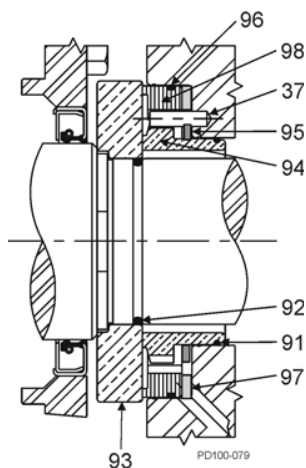

Abbildung 43 Doppelte Gleitringdichtung
7. Bei Verwendung einer doppelten Gleitringdichtung, die äußere Wellenfeder (Abbildung 43, Pos. 97) im Gehäuse und den äußeren O-Ring (Pos. 96) in der äußeren Dichtungsnut (Pos. 98) montieren. Setzen Sie die äußere Dichtung in das Pumpengehäuse um die innere Dichtung herum und richten Sie die Kerben in der äußeren Dichtung mit den Anschlagstiften im Gehäuse aus.